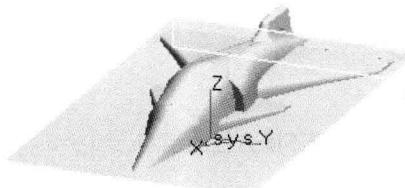

图1-4 定位视图
④ 选择“添加视向类型”中的“当前文档”，在视向方向中输入X、Y、Z 3个方向的数值，分别为12、5、5，显示结果如图1-4所示。